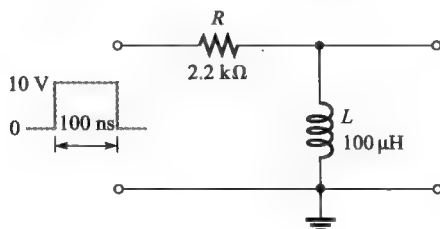

图 15-63
18. (a) 试问图 15-63 中的 τ 是多少?
19. 若将 $t_W = 250 \mu s$ 、 $T = 600 \mu s$ 的周期性脉冲波形加到图 15-63 中的电路, 试画出输出波形。